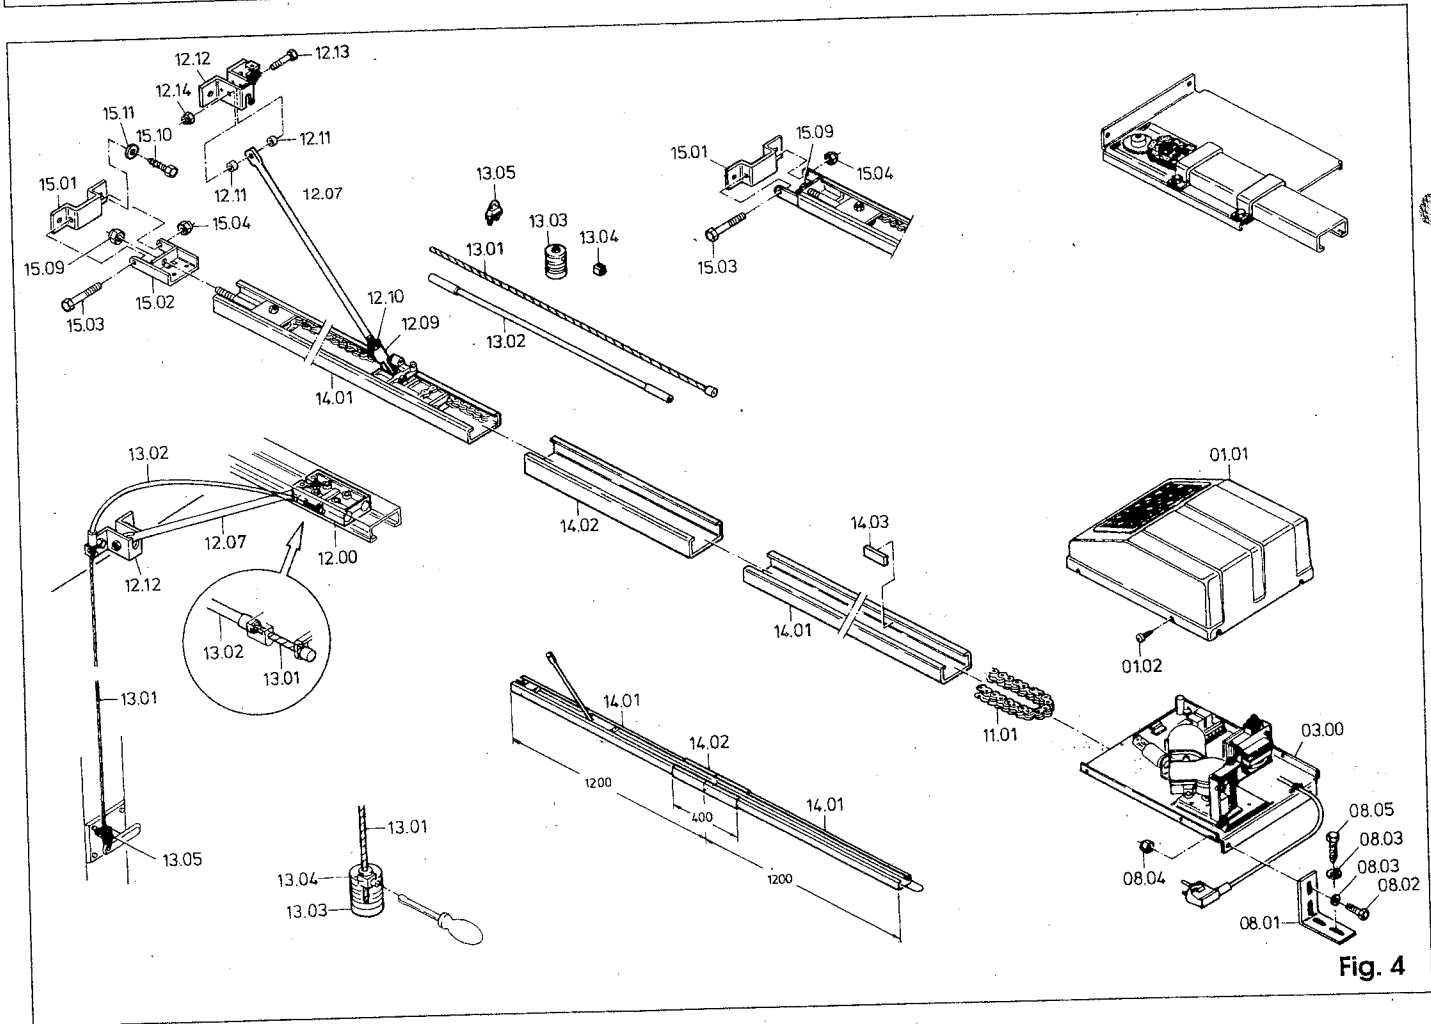

Fig. 4
2.2. INSTALLAZIONE DELL'OPERATORE (fig. 4)